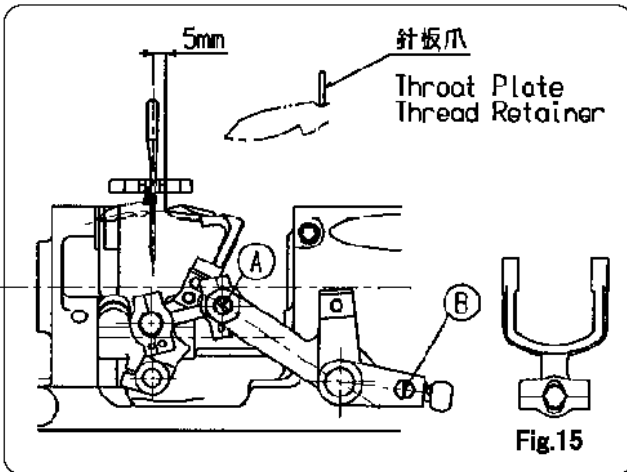

Fig.15
Looper travel distance should be adjusted at 24mm by loosening screw (B). (Fig.15)
ルーバーの運動量が24mmになるように、ネジBを緩めて調整してください。(Fig. 15)